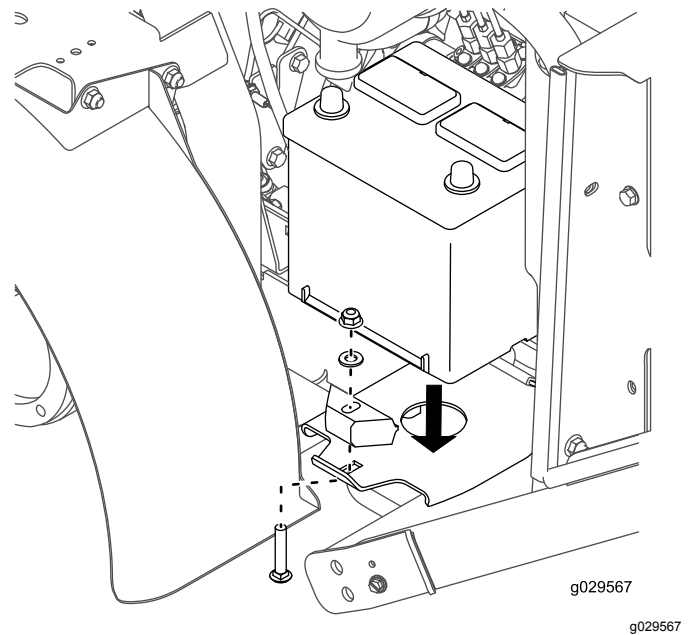

Figura 40
8. Monte, sem apertar, a bateria à plataforma com o parafuso de carroçaria, fixador, anilha e porca previamente removidos (Figura 40).